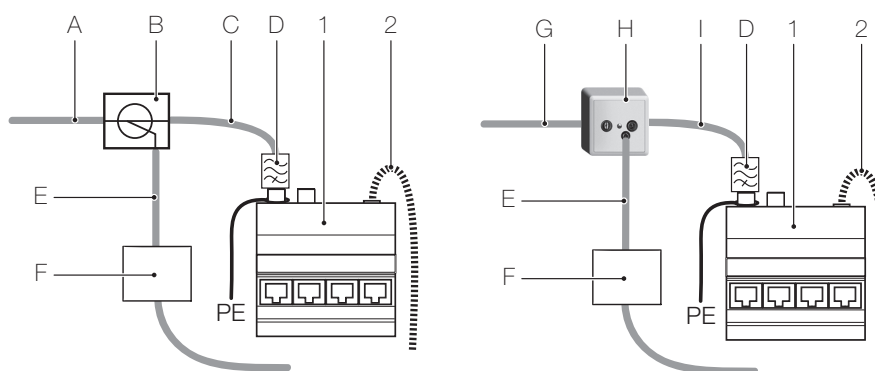

fig. 55 Connexion d'un modem câble
- D En cas de connexion d'un modem câble, il faut câbler la configuration représentée sur la fig. 55 avant le répartiteur F à deux directions.
Câblez le module amplificateur R/TV comme indiqué sur la *fig. 55*